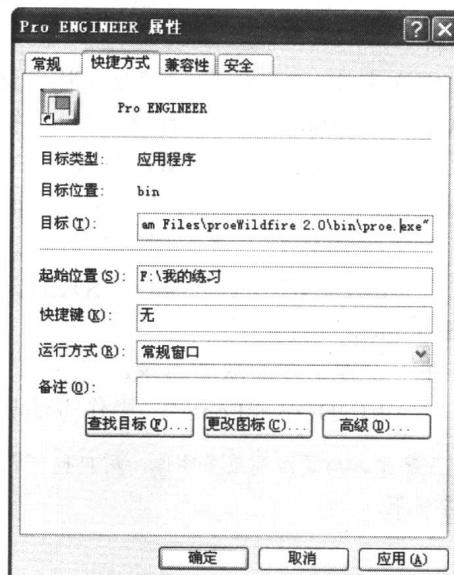

图1-3
(2) 启动至工作目录。鼠标右键单击系统桌面上的 Pro/E 快捷图标，在弹出的菜单中选择【属性】选项，弹出【Pro ENGINEER 属性】对话框，如图 1-3 所示。将【起始位置】文本框设置为用户的工作目录（此处为“F:\我的练习”），单击 **确定** 按钮完成设置。Pro/E 在每次启动后，都会自动进入工作目录。